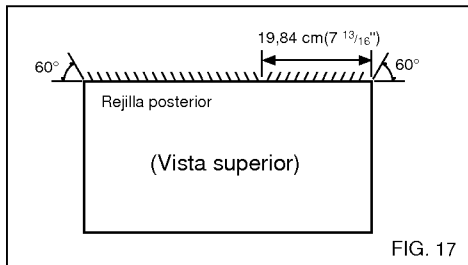

FIG. 17
- 1** Coloque la dirección de la rejilla en la parte posterior del alojamiento de la pared en un ángulo de 60° según se muestra en la FIG 17. Se recomienda el uso de tenazas.